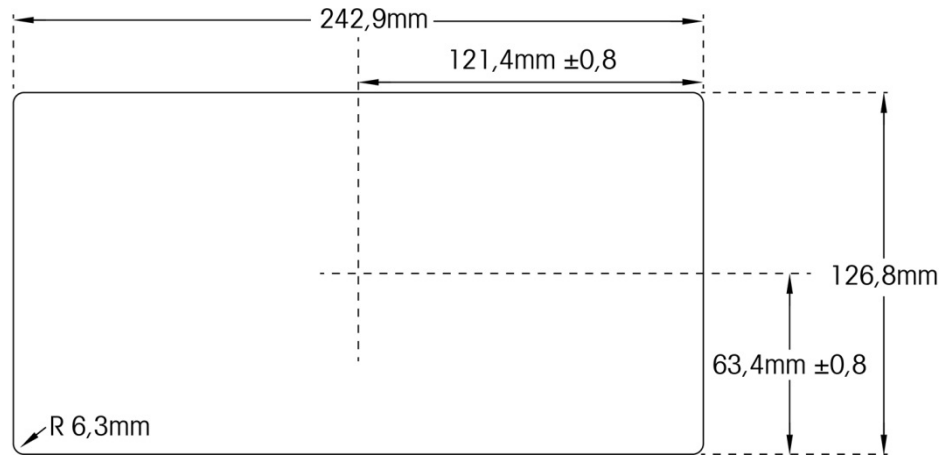

Figura 2-10: Dimensões do Corte no Painel
4. Recorte uma abertura no painel e no gabinete industrial conforme as dimensões de corte do painel mostradas em polegadas e [mm] na Figura 2-10.